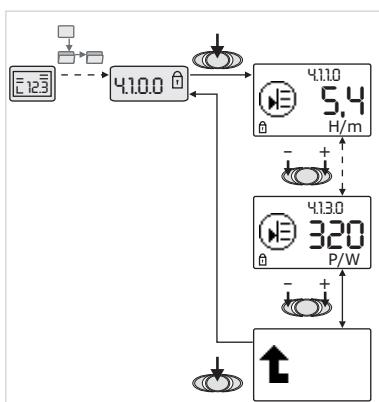

Fig. 35: Richiamo di Informazioni
- Premendo un tasto impostazione selezionare gli elementi di menu del tipo "Informazioni" dell'attuale sottomenu (vedi fig. 35). Per la spiegazione delle impostazioni rappresentate da simboli vedi tabella del capitolo 8.7 "Riferimento elementi di menu" a pagina 109.